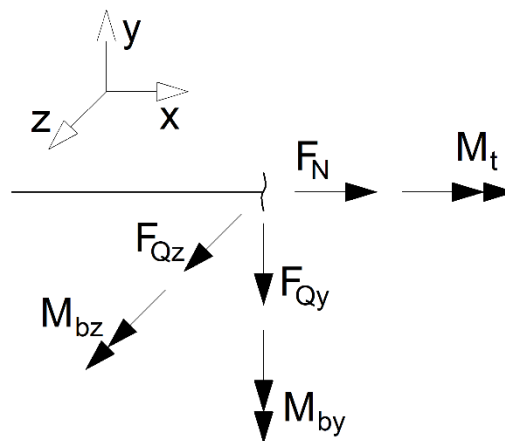

Abbildung 10: Schnittuferkonvention
- Bitte verwenden Sie die in Abbildung 10 dargestellte Konvention für die Schnittufer.